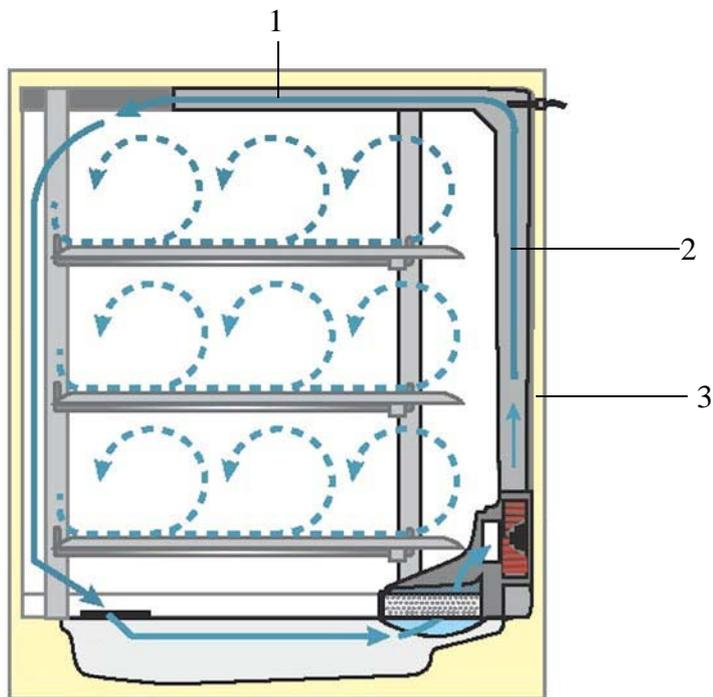

Figura 3-4. Conducción del aire
La conducción del aire canaliza la corriente de aire del ventilador por la pared posterior (3/Figura 3-4) hacia la parte superior del recinto útil, garantizando una distribución óptima de la temperatura. Al mismo tiempo, también conduce los gases de proceso entrantes hacia el recinto útil, garantizando que los gases se mezclen de manera óptima.
1. Canal de la parte superior (1/Figura 3-4)
2. Canal de la pared posterior (2/Figura 3-4)
3. Pared trasera del recinto útil (3/Figura 3-4)